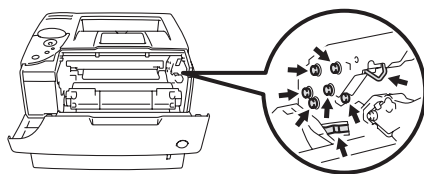

图 6-9
- 为了防止静电损坏打印机，请勿接触如图 6-9 所示电极。